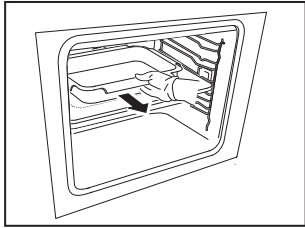

Fig. 1
1. A l'aide de vos deux mains, saisissez la poignée avant et retirez partiellement le récipient de cuisson (Fig. 1).